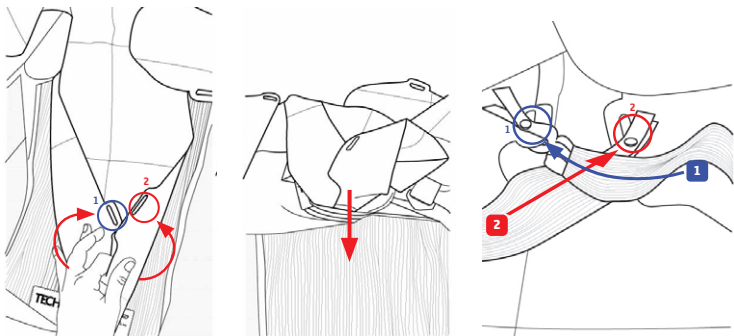
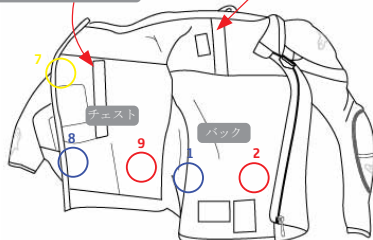

図24
図 28：エアバッグのクリップ位置 (左) とシステムのベースレイヤー(5)のクリップ位置 (右)
1. まず、平らな面、できれば作業台やテーブルの上に背もたれを下に向けてシステムを置きます。図 28 に示すように配置されたすべての接続クリップを開いて、ベースレイヤー (5) からエアバッグを取り外します。ユーザーは図28に示されたベースレイヤー (5) の開口部からこれらの接続部にアクセスできます。エアバッグクリップは合計10個あり、図28に示すように配置され、番号が付けられています：左肩に3個 (クリップ3-4-5)、右肩に2個 (クリップ6-10)、胸に3個 (クリップ7-8-9)、背中にある2個 (クリップ1-2)。これらのクリップは、背中下部にあるクリップ (1-2) から始め、肩のクリップ (3-4-5、6)、胸のクリップ (7-8-9)、そして最後に 肩のクリップ (10) へと順番に取り外すことをお勧めします (図28参照)。
(3)のアクセスホールからケーブル全体を取り外すまでケーブルを引き下げます(図 28 参照)。次に、胸部プロテクターの左翼にあるベルクロを開き、LEDディスプレイ (4)を取り外します。この時点で、
1. まず、背面プロテクターが上になるようにシステムを置きます。ユーザーは エアバッグを正しく配置するように注意しながら、バックプロテクターの開口部からエアバッグを挿入します（エアバッグをねじったり折り目をつけたりしないように注意してください）。各クリップの色と番号がシステム内の対応する接続クリップと正確に一致するように、細心の注意を払ってエアバッグをシステム内に挿入してください。図28に示すように、ユーザーはエアバッグを接続クリップの10個すべてに固定しなければなりません。この作業は、ガスインフレーター（17）を対応する取り外し可能なインフレーターハウジング（18）に入れた状態で行うことをお勧めします。エアバッグを対応する接続クリップに取り付けるには、エアバッグとシステムのベースレイヤー（5）の両方にある番号と色のラベルを合わせて、ユーザーはフロントベースレイヤー（5）の開口部を使用する必要があります（図 28 を参照）。接続クリップ4と10には青と赤の2色のラベルが貼られていることに注意してください（接続クリップを取り付ける際は、エアバッグを正しい向きに取り付けるために、赤側を赤側に、青側を青側に合わせてください）。
警告：下部のバッククリップ（1と2）は、下図 24 に示すように、エアバッグの背面に X 字を描くように十字に取り付ける必要があります。そのため、下側のバッククリップ（1と2）は背面図に対して反対側のクリップに取り付けられ、その結果、エアバッグの下側の縁がわずかに折れ曲がるのが見えるはずです。正面図を参照すると、図 28 で報告されているように、クリップ 1 は左側のクリップに、クリップ 2 は右側のクリップに取り付けなければなりません。